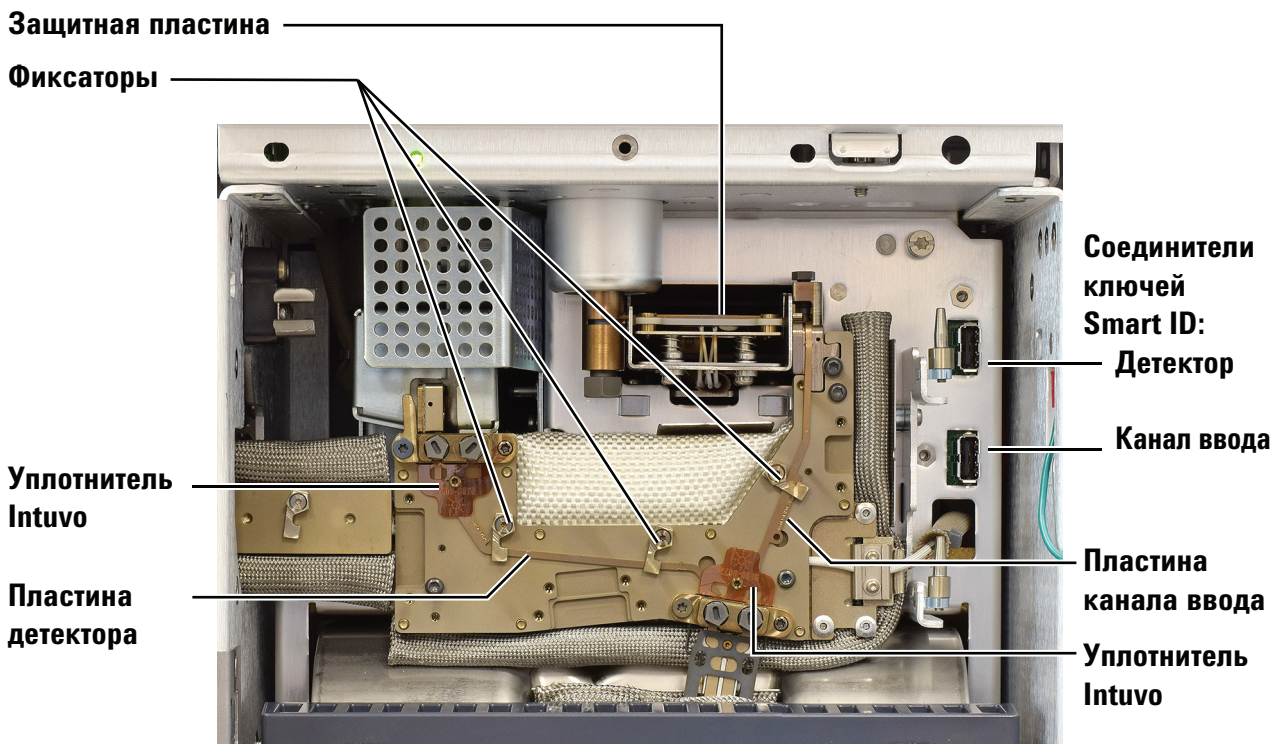

Рис. 5 Компоненты шины Intuvo
Рис. 5 указывает основные компоненты шины Intuvo.
Пластины потока детектора и канала ввода (см. Рис. 5) необходимо устанавливать до установки колонки или хвостовика детектора.
- 5 С помощью динамометрического ключа откройте зажим, который крепит пластину канала ввода к шине. См. Рис. 5.